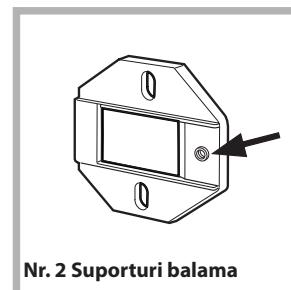

Fig. 1
- Montați suporturile de balama pe partea frontală poziționând orificiul indicat printr-o săgeată în fig. 1 spre partea interioară a părții frontale interpunând un distanțier (fig. 4/B), cu ajutorul unui șurub de tip **C**.